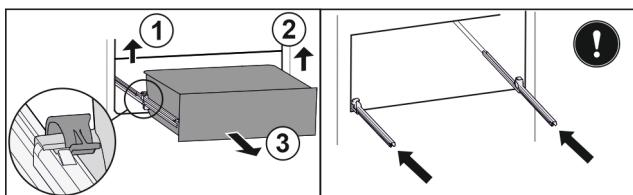

Fig. 38\*
- Повдигнете лявата скоба и едновременно с това изтеглете напред чекмеджето отляво Fig. 38 (1).\*
- Повдигнете дясната скоба и едновременно с това изтеглете напред чекмеджето отдясно Fig. 38 (2).\*
- Извадете чекмеджето напред Fig. 38 (3).\*